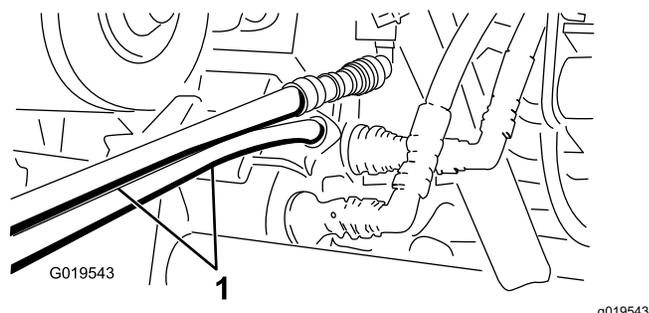

Рисунок 75
5. На другом автомобиле подсоедините два шланга к муфтам, находящимся в кронштейнах (верхний шланг подсоедините к верхней муфте, а нижний шланг — к нижней муфте) (Рисунок 75).